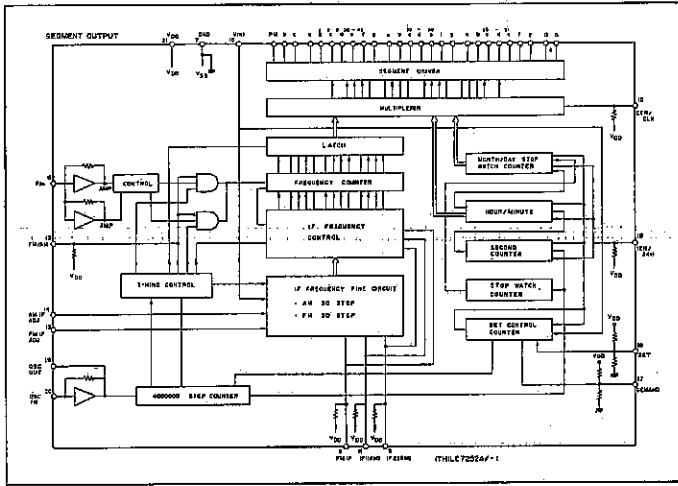

Abbildung 15-2
- **Frequenzzählerkreis** (Siehe Abbildung 15-2 und 17.) Wie aus seinem Blockschaltbild (Abbildung 15-2) ersichtlich ist, bietet dieser aus einem hochintegrierten Schaltkreis (IC805) bestehende Frequenzzählerkreis nicht nur eine Frequenzzählerfunktion, sondern auch zwei andere Funktionen (Uhr und Kalender); die beiden letzteren werden jedoch beim RS-1288H nicht verwendet. Die Wahl des UKW- oder AM-Betriebs des IC805 hängt davon ab, ob das Potential am Stift ⑫ (UKW/AM) hoch- oder niederpegelig ist.
- * Stift ⑨ (ZF2-AM) und Stift ⑪ (ZF2-AM) bestimmen die Position der Überlagerungsschwingung bei AM-Empfang. Sind die Potentiale der beiden Stifte niederpegelig, erfolgt die Überlagerungsschwingung bei einer Position, die um 456 kHz höher als die Empfangsfrequenz ist. Ist das Potential am Stift ⑨ niederpegelig und dasjenige am Stift ⑪ hochpegelig, ergibt sich eine Überlagerungsschwingungsfrequenz von 470 kHz.
- * Der Stift ⑧ (UKW-ZF) bestimmt die Position der Überlagerungsschwingung bei UKW-Empfang; wenn sein Potential hochpegelig wird, ist die Überlagerungsschwingungsfrequenz um 10,7 MHz höher als die Empfangsfrequenz.
- * Stift ⑮ (CTR/CLK); wenn sein Potential hochpegelig wird, wird der Frequenzzähler in Gang gesetzt.
- * Stift ⑬ (UKW-ZF-Einstellung) erzeugt zusammen mit dem Drehwiderstand VR802 eine Gleichspannung, die eine Abweichung der UKW-ZF (10,7 MHz) berechtigt.
- * Stift ⑭ (AM-ZF-Einstellung) erzeugt zusammen mit dem Drehwiderstand VR801 eine Gleichspannung, die eine Abweichung der AM-ZF (455 kHz) berechtigt.
* Die Stifte ⑮ bis ⑳ (DIGHT 4), die Stifte ㉑ bis ㉔ (DIGHT 3) und die Stifte ①, ②, ③ sowie ㉕ bis ㉘ (DIGHT 2) sind zum Antreiben der Segmente der Frequenzanzeige-Leuchtdioden (LED812 bis LED816) vorgesehen.